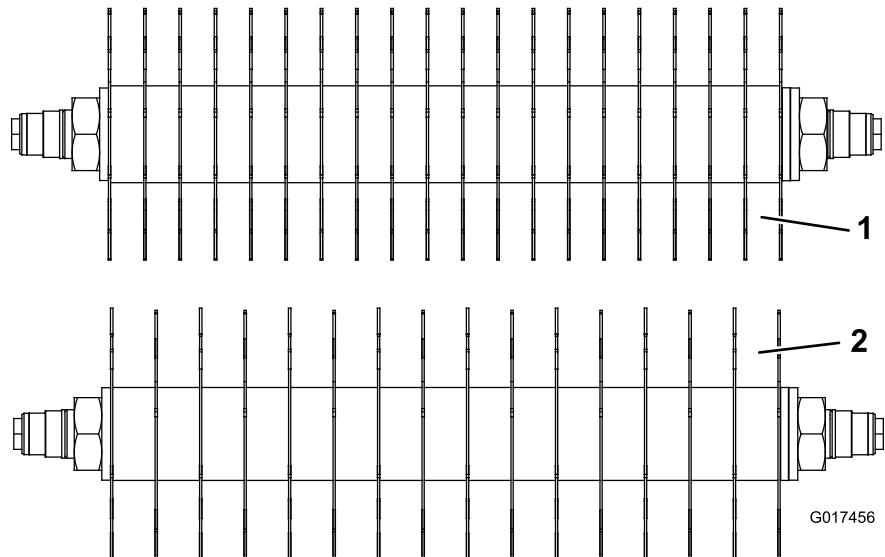

Figura 14
Per modificare la configurazione del verticutter dal distanziamento standard di 31,8 mm a 25,4 mm, sono necessari altri (19) distanziali nuovi, n. cat. 93-3092, e altre (4) lame in carburo, n. cat. 106-8625, oppure altre (4) lame regolari, n. cat. 93-3038-03 (Figura 14).